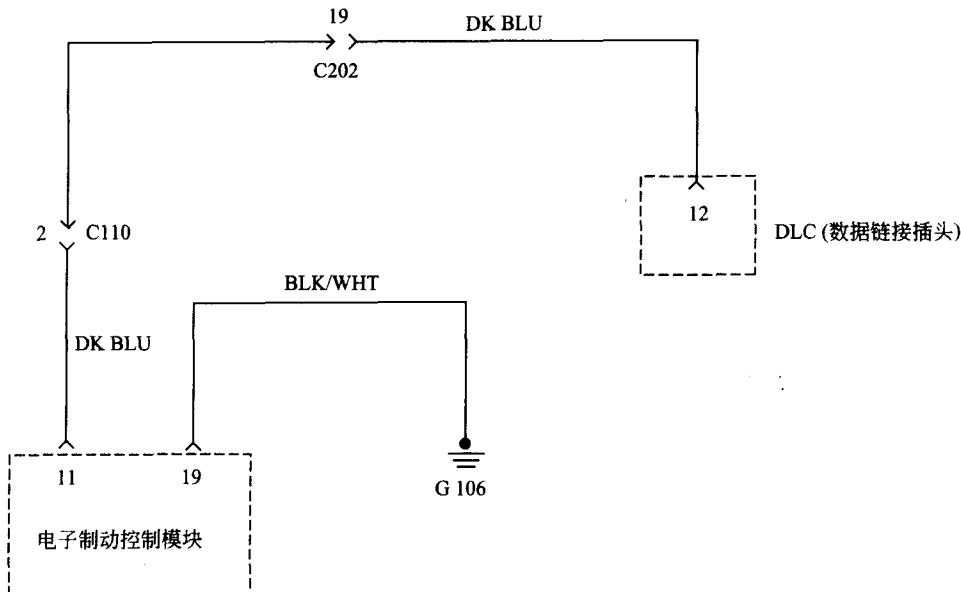

图 1-1-4 进口和出口电磁线圈电路原理图
(5) 故障码 C0060/C0065 (左前进口和出口电磁线圈故障) 的诊断维修 (图 1-1-4)
(6) 故障码 C0070/C0075 (右前进口和出口阀电磁线圈故障) 的诊断维修 (图 1-1-4)
(7) 故障码 C0080/C0085 (左后进口和出口阀电磁线圈故障) 的诊断维修 (图 1-1-4)
(8) 故障码 C0090/C0095 (右后进口和出口阀电磁线圈故障) 的诊断维修 (图 1-1-4)